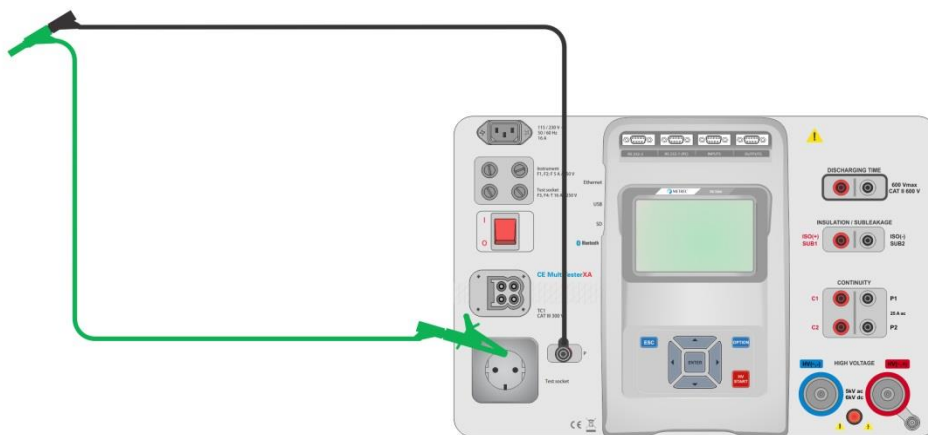

Abbildung 6.20: Kurzgeschlossene Prüflitungen
- › Schließen Sie die Prüflitungen am Gerät an, und schließen Sie die Prüflitungen miteinander kurz (siehe *Abbildung 6.20*).